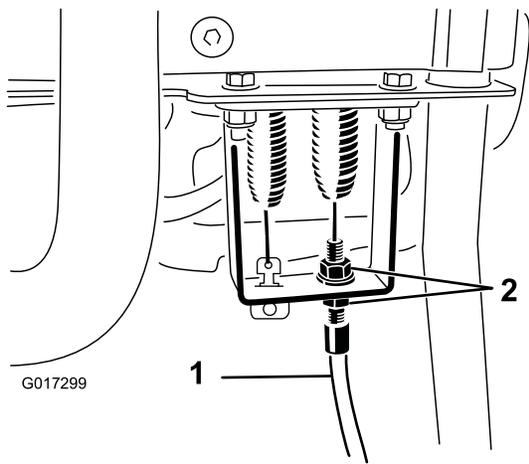

Рисунок 45
4. На переходнике рукоятки управления ослабьте трос управления барабаном, пока на нем не появится слабина (Рисунок 45).